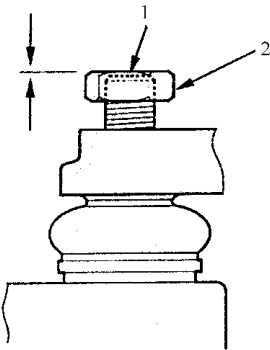

图 6-11 在螺杆上安装螺母
1) 如图 6-11 所示，在球头的螺杆上，安装一个六角头螺母。确保螺母与球头销端部平齐，以避免损伤球头销的螺纹端。